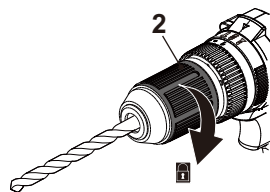

Fig. 3
- > Rodar a bucha do mandril (2) no sentido dos ponteiros do relógio até que a broca esteja devidamente fixada nas mandíbulas do mandril (1) (Fig. 3).